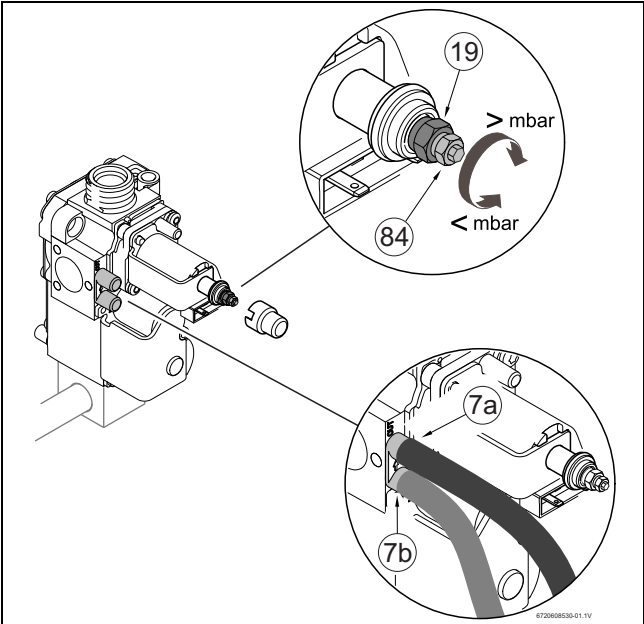

Fig. 28 Válvula de gás
- Desmontar a cobertura do parafuso de regulação do gás (19) (Fig. 28).
- Tratando-se de gás natural: regular o consumo MAX com o parafuso de regulação (19) (Tab. 11).